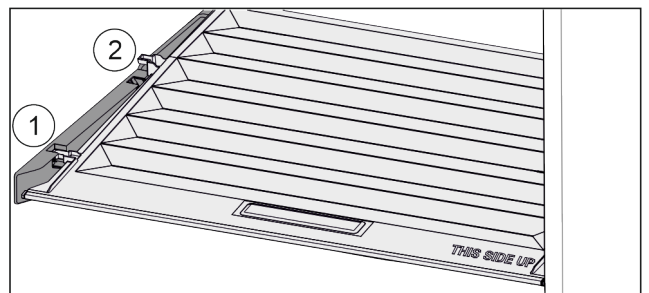

Fig. 56
- ▶ Trageți capacul în față Fig. 56 (1) până la orificiul din piesele suportului.
- ▶ Ridicați în spate de jos și scoateți Fig. 56 (2) în sus.